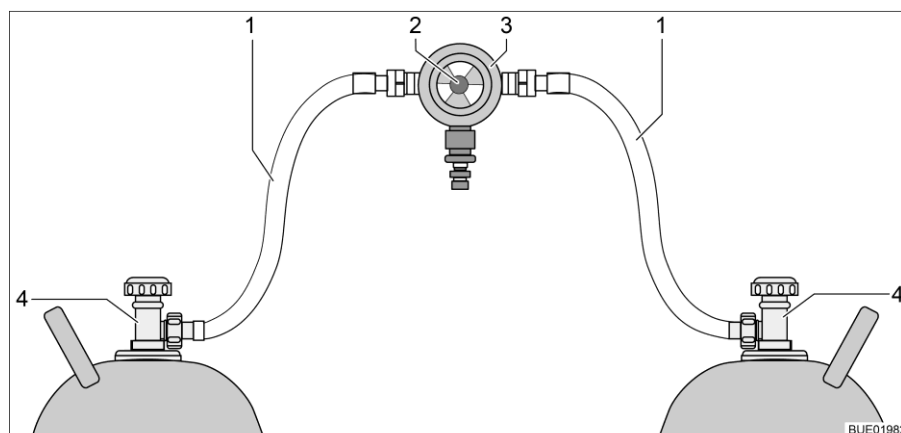
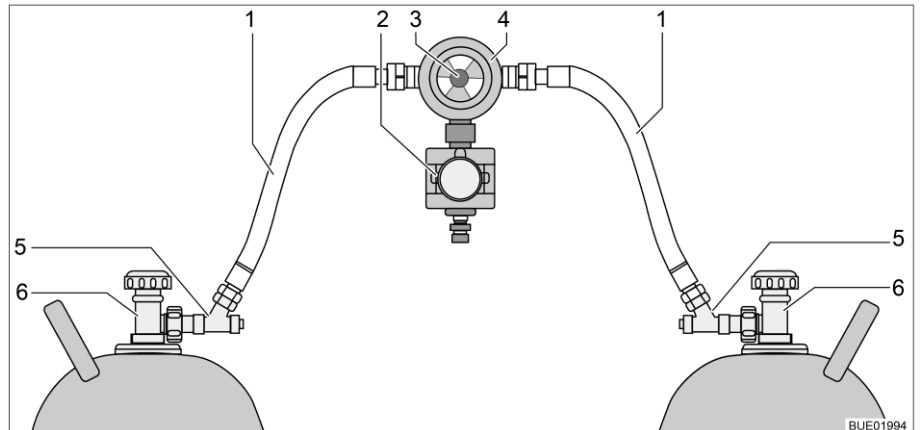

Fig. 127 Dispositif de commutation entre bouteilles de gaz
Fig. 128 Dispositif de commutation entre bouteilles de gaz avec CPU
Le dispositif de commutation entre bouteilles de gaz se compose d'un régulateur de pression du gaz combiné à une valve de commutation et indicateur (Fig. 127,3). Le dispositif de commutation entre bouteilles de gaz est monté entre les deux lyres (Fig. 127,1).
Le dispositif de commutation entre bouteilles de gaz se compose d'un régulateur de pression du gaz combiné à une valve de commutation et indicateur (Fig. 128,4) et d'une électrovanne (Fig. 128,2). L'électrovanne bloque l'arrivée du gaz au véhicule en cas de freinage brusque, d'accident ou de pente inhabituellement forte. Le dispositif de commutation entre bouteilles de gaz est monté entre les deux lyres (Fig. 128,1) avec des sécurités de rupture de tuyau (Fig. 128,5).
Le bouton rotatif (Fig. 127,2 ou Fig. 128,3), situé sur le dispositif de commutation entre bouteilles de gaz permet de définir laquelle des bouteilles de gaz est celle de service et laquelle est celle de réserve.
Seules les fonctions électriques peuvent être activées sur l'unité de commande (Fig. 129). Les robinets principaux des bouteilles de gaz (Fig. 127,4 et Fig. 128,6) doivent être ouverts ou fermés manuellement.
- Ouvrir les robinets principaux des bouteilles de gaz (Fig. 127,4 ou Fig. 128,6).
- Appuyer sur les sécurités de rupture de tuyau (Fig. 128,5) l'une après l'autre pendant 10 secondes.
- Choisir la bouteille de gaz avec le bouton rotatif (Fig. 127,2 ou Fig. 128,3) du dispositif de commutation à partir de laquelle le gaz doit être utilisé prioritairement (bouteille de service).
- Fermer les robinets principaux des bouteilles de gaz (Fig. 127,4 ou Fig. 128,6).